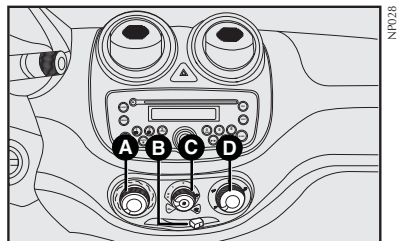

fig. 40
COMANDOS - fig. 40
1) Seletor para a temperatura do ar **A-fig. 40** totalmente posicionado à esquerda.
2) Seletor do ventilador **C-fig. 40** posicionado na velocidade máxima.
3) Seletor de distribuição do ar **D-fig. 40** apontado para ; controlar para que todas as saídas de ar estejam totalmente abertas.
4) Ligar o ar-condicionado apertando o seletor **C-fig. 40**.
baçamento e ativar o condicionador, apertando o seletor **C-fig. 40**.
- 1) Condicionador de ar ligado: seletor **C-fig. 40**.